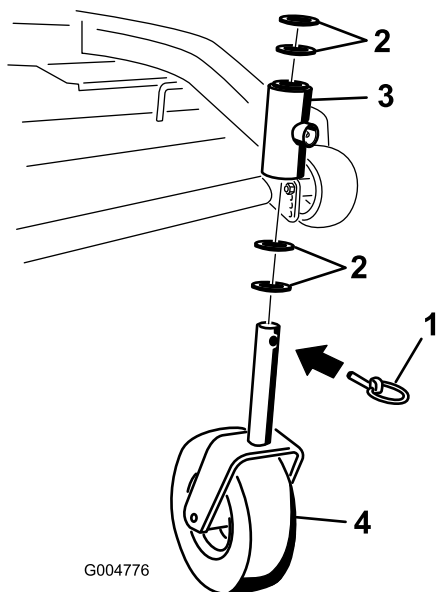

Figure 57
2. Enlevez la goupille de sécurité et la ou les entretoise(s) du haut de la chape de la roue pivotante (Figure 57).
- Vérifiez l'usure de la chape de la roue pivotante et remplacez-la le cas échéant (Figure 57).
- Insérez la chape dans les bagues à l'intérieur du tube de montage. Remplacez la ou les entretoise(s) sur la chape et fixez-les avec la bague de retenue (Figure 57).